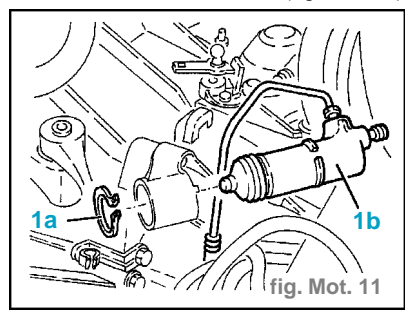

fig. Mot. 11
- Enlever l'anneau ressort (1a) et désenfiler du support le cylindre opérateur (1b) et le remettre latéralement sans désassembler sa tubulure. (fig. Mot. 11)